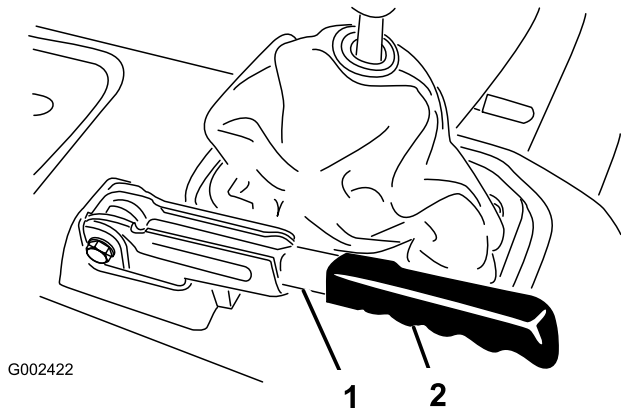

Figura 60
1. Retire la pieza de goma de la palanca del freno de estacionamiento (Figura 60).